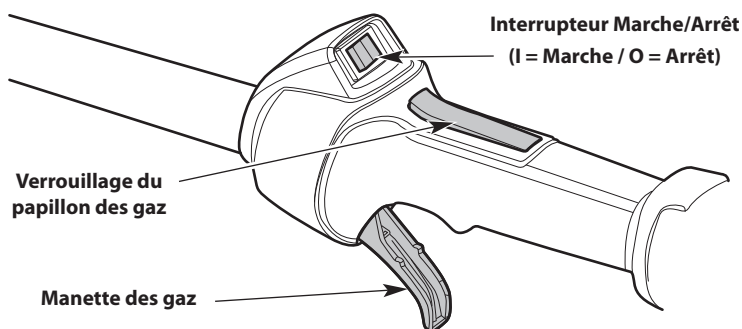

Fig. 10
**REMARQUE :** Il n'est pas nécessaire de démarrer l'appareil. L'interrupteur de marche/arrêt est constamment en position de **Marche (I)** (Fig. 10).
4. Appuyez sur le bouton de verrouillage de la manette des gaz et maintenez-le enfoncé (Fig. 10). Serrez la manette des gaz et maintenez-la enfoncée (Fig. 10).
2. Appuyez sur l'interrupteur de marche/arrêt et maintenez-le enfoncé en position **d'Arrêt (O)** jusqu'à ce que le moteur s'arrête complètement (Fig. 10).
5. Appuyez sur le bouton de verrouillage de la manette des gaz et maintenez-le enfoncé (Fig. 10). Serrez la manette des gaz et maintenez-la enfoncée (Fig. 10).